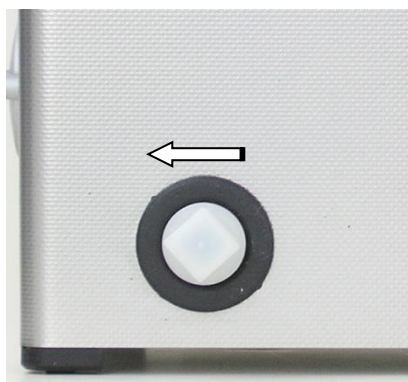

Imagen 5.1.1 Desagüe con obturador
1. Desenrosque el tapón roscado de plástico suministrado de fábrica en el sentido contrario a las agujas del reloj (*ver Imagen 5.1.1*).